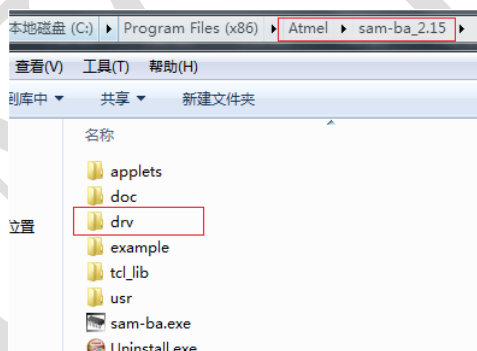

图 1-9
3)、选择“浏览计算机以查找驱动程序软件”，目录指定到 sam-ba 工具安装目录下的“drv”目录文件夹，如图 1-9 所示 sam-ba 工具安装目录为 C 盘，选择“drv”目录之后，然后点击“下一步”即可自行安装。